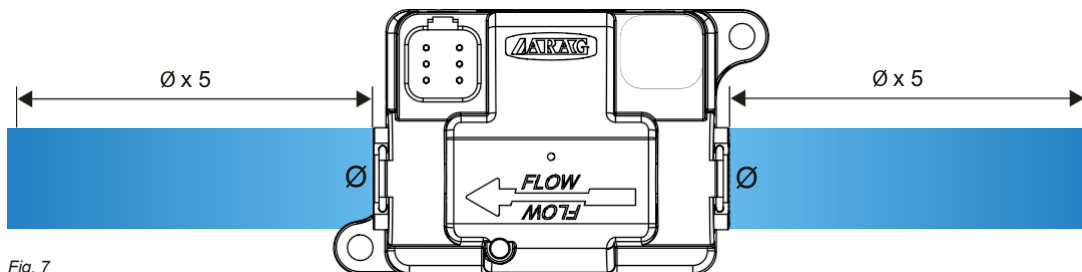

Fig. 7
- Opstrøms og nedstrøms for flowmåleren anbefales det at installere et lige rør, hvis længde er mindst 5 gange den indvendige diameter af Orion 3 (fig. 7). Installer flowmåleren langt fra de elementer, der kan forårsage turbulens inde i røret (ventiler, bøjninger, flaskehalse osv.).